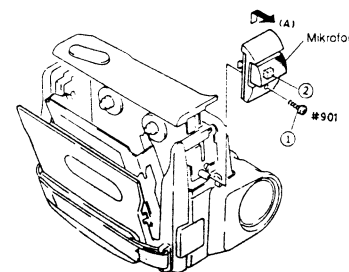
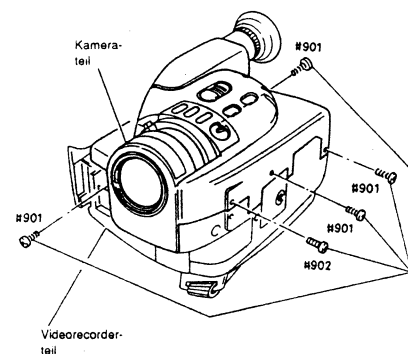

Abb. 2-11
Abb. 2-12
- 1) Eine (1) Befestigungsschraube des Mikrofons (MIC) entfernen (siehe Abb. 2-11).
- 2) Das Mikrofon in Richtung des Pfeiles (A) entfernen und einen (1) Stecker (CN104) von dem Mikrofon abtrennen.
- 3) den Videorecorder-Teil entfernen (siehe Abb. 2-12).